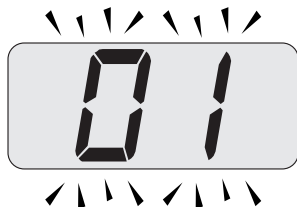

Figura 9.27
- Premere contemporaneamente i tasti 15 e 17 (Figura 9.25) fino a far apparire sul display LCD il valore del parametro 01 (Figura 9.27) (01=Idea.eco 25 o 03=Idea.eco 35).